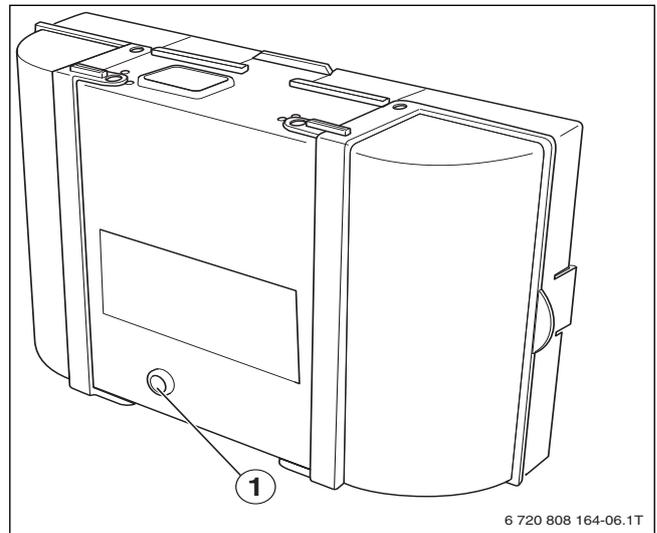

Fig. 10 Risoluzione delle anomalie dell'automatismo di combustione
- Premere il tasto di riarmo sull'automatismo di combustione (→ fig. 10). Sul display non appare più la disfunzione.